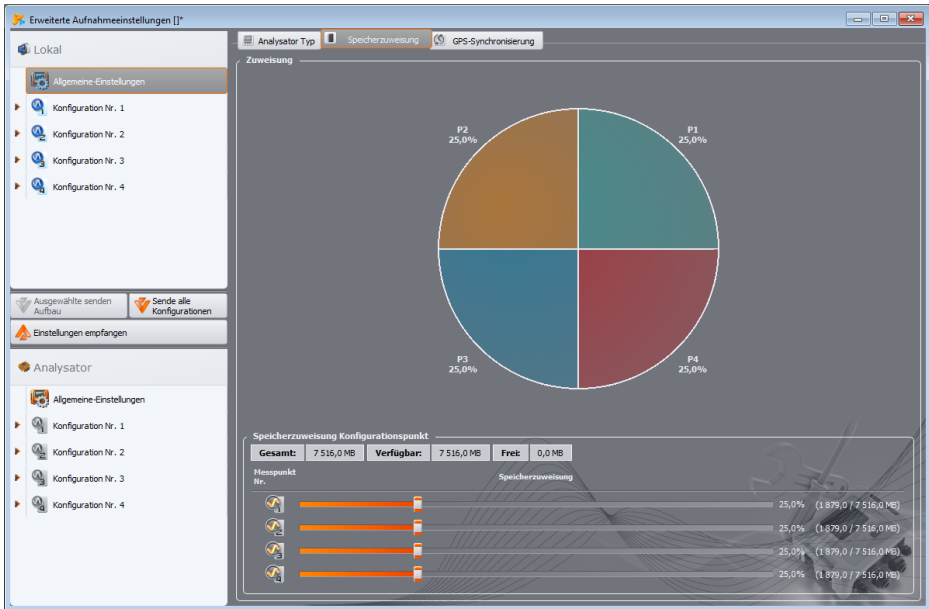

Abb. 19. Fenster der Speicherzuweisung
- **PQM-701 PQM-702 PQM-703 PQM-710 PQM-711 SPEICHERZUWEISUNG:** diese Registerkarte (Abb. 19) ermöglicht die Zuweisung von Speicherplatz auf der Karte für individuelle Messkonfigurationen. Die vier Schieberegler bestimmen die Menge des für die Konfiguration zugewiesenen Speichers (in MB und %). Eine Visualisierung der Zuweisung ist im mittleren Abschnitt dargestellt. Der gesamte freie Speicherplatz auf der Karte (100%) kann frei auf die vier Konfigurationen aufgeteilt werden. Es ist möglich, den vollständigen Speicherplatz einer Konfiguration zuzuweisen; die Aufzeichnung in den anderen Konfigurationen ist dann nicht möglich, es ist nur eine Vorschau der aktuellen Netzwerkdaten verfügbar. Alle Messkonfigurationen werden linear in den Speicher geschrieben, sobald der Speicher für eine Messkonfiguration voll ist, wird die Aufzeichnung beendet. Bitte beachten Sie, dass bei einer Änderung der Speicherzuweisung alle Daten auf der Speicherkarte gelöscht werden müssen. Es ist daher ratsam, diese Daten vorher auszulesen und auf der lokalen Festplatte zu speichern.